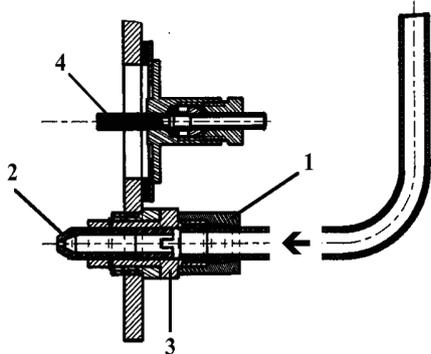

Fig.5
- 2) Desserrer l'écrou (Rep.1 Fig.5) et dégager le tube de son logement.
Il faut maintenir à l'aide d'une clé de 17 la vis (Rep.3 Fig.5)
- 3) Enlever l'injecteur (Rep.2 Fig.5) et le remplacer par celui correspondant au gaz utilisé (voir **Tableau III**). (Engager le tournevis à bout plat suivant la flèche)
- 4) Changer l'injecteur de veilleuse (Rep.4 Fig.5). (Voir **Tableau III**)